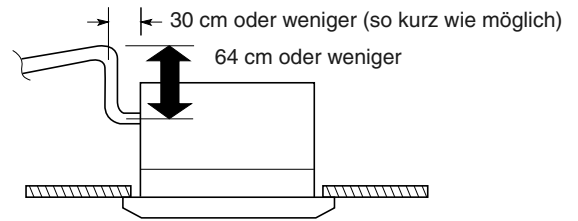

Abb. 3-40
- Wenn es erforderlich sein sollte, die Höhe des Ablaufrohrs zu vergrößern, kann der Bereich unmittelbar nach der Anschlussstelle um maximal 64 cm angehoben werden. Der Anschluss darf nicht um mehr als 64 cm höher gestellt werden, da hierdurch Undichtigkeiten entstehen können. (Abb. 3-40)